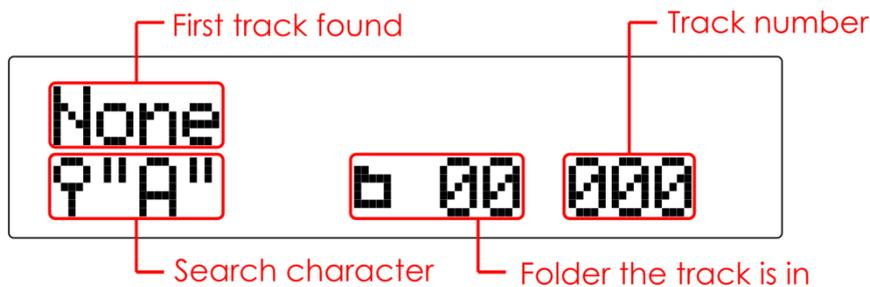

Fig. 05
01) Appuyez sur le bouton **Find** (15, 29) pour commencer à chercher un morceau. Voir Figure 05.